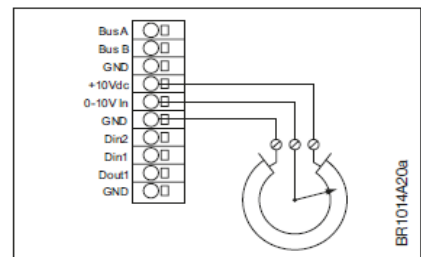

Abbildung 3-14.2
- Potentiometer, elektrischer Anschluss, siehe Abb. 3-14.2. (Potentiometer: min. 500 Ω , empfohlen 4,7 k Ω)
- An die Klemmen „10Vdc“/„0-10 V in“/„GND“ kann ein Potentiometer angeschlossen werden, siehe elektrische Anschlüsse in Abb. 3.14.2.